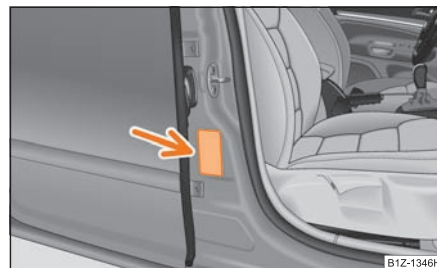

Fig. 186 Adhesivo en el montante central de la carrocería, lado del acompañante
- Este hecho lo indica también el adhesivo que se encuentra en el montante central de la carrocería del lado del acompañante. ⇒ fig. 186 El adhesivo es visible al abrir la puerta del acompañante. Para algunos países se pega el adhesivo también en la visera parasol del acompañante.